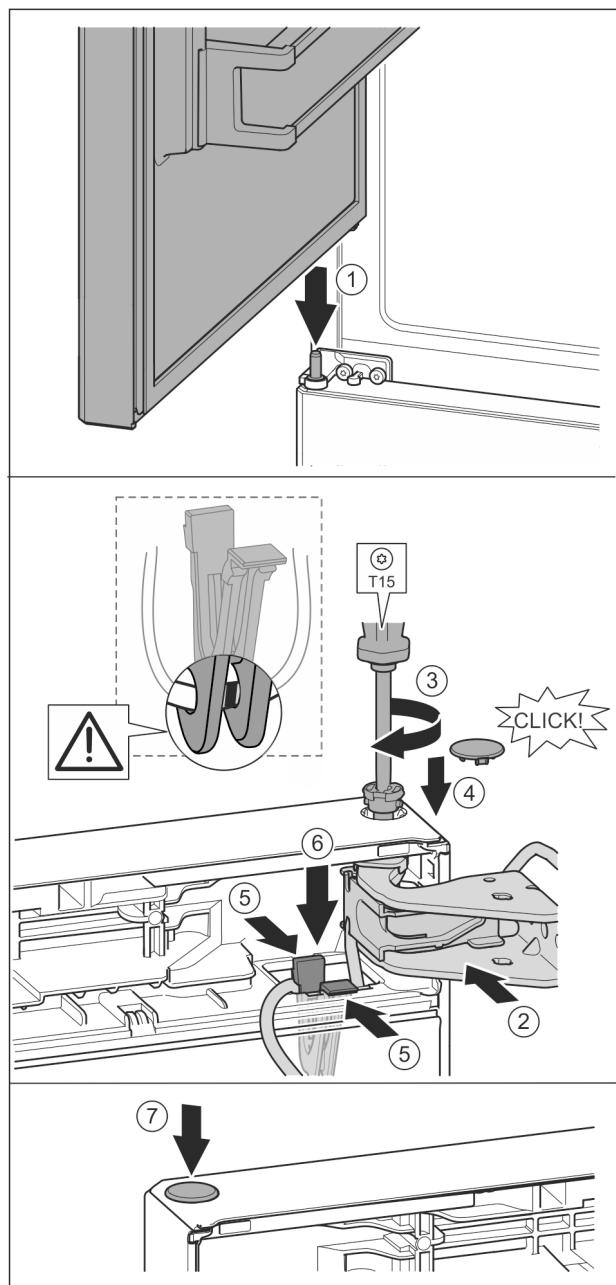

Fig. 36
- ▶ Встановлення верхніх дверцят на середній опорний палець Fig. 36 (1)
- ▶ Вирівняйте дверцята зверху по отвору в опорному кронштейні. Fig. 36 (2)
- ▶ Вставте палець та закрутіть за допомогою викрутки T15. Fig. 36 (3)
- ▶ Встановіть захисну кришку для захисту дверцят: вставте захисну кришку і проконтрольуйте, щоб вона прилягала до дверцят. Якщо це не так, повністю вставте палець. Fig. 36 (4)
- ▶ Вставте тримач із зафікованим в ньому кабелем в отвір. Fig. 36 (5)
- ▶ Притисніть тримач донизу так, щоб з'єднувальна накладка зафіксувалася. Fig. 36 (6)
- ▶ Вставте пробку. Fig. 36 (7)